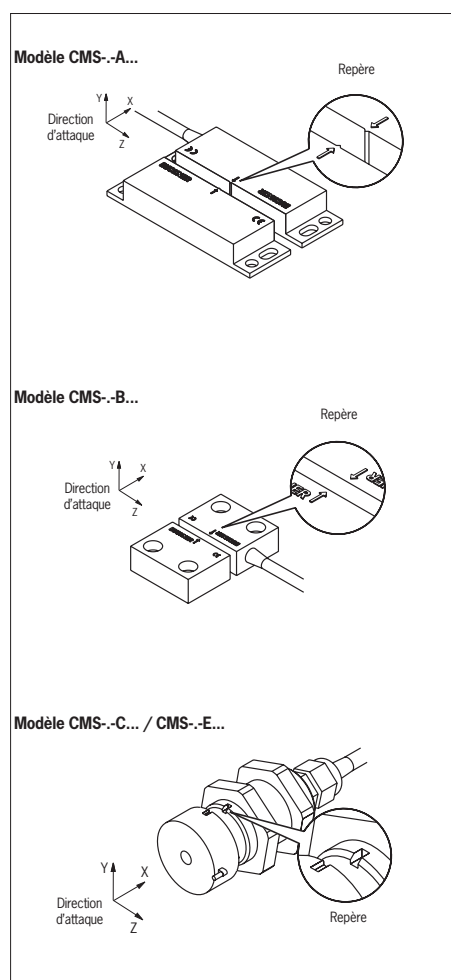

Fig. 1 : Alignement tête de lecture et actionneur
La position de montage de la tête de lecture et de l'actionneur est à définir selon votre choix. Respecter l'alignement de la tête de lecture par rapport à l'actionneur (voir Fig. 1).
- les faces actives de la tête de lecture et de l'actionneur soient placées face à face et coïncident lorsque le protecteur est fermé (voir Fig. 1)
- En cas de vitesse d'attaque faible entre la tête de lecture et l'actionneur et d'utilisation de l'analyseur CMS-E-BR, la direction d'attaque **Z** (voir Fig. 1) doit être évitée.